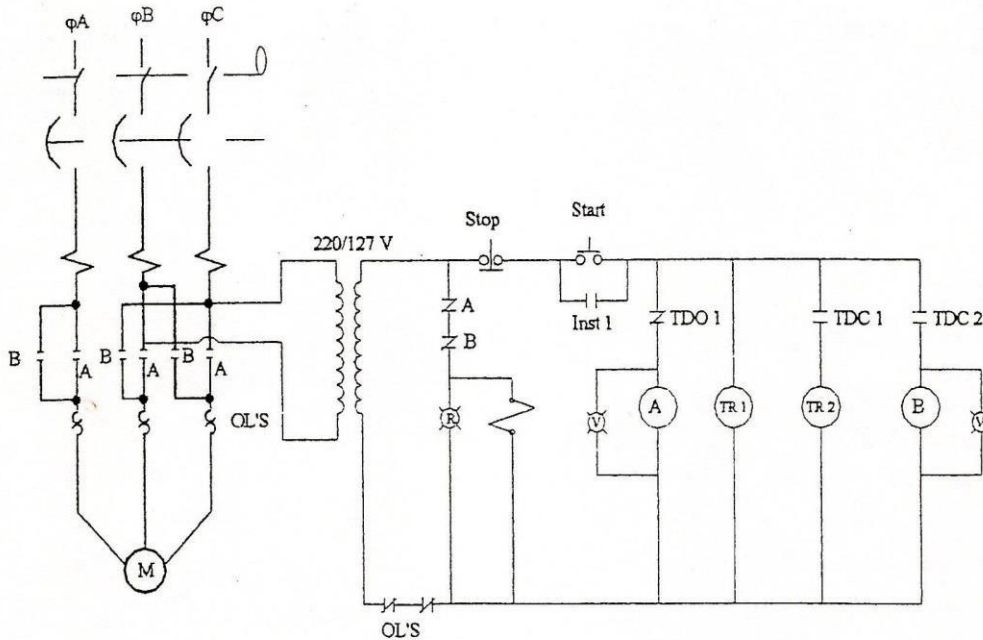

Figura 1
1. Conecte el circuito ilustrado en la figura 1, utilizando los módulos EMS de transformador, fuente de alimentación, resistencia y medición de c-a.
1. Explique ampliamente el funcionamiento del diagrama de circuito de control de la figura 1, comenzando desde su conexión hasta el arranque, en el que se deben incluir todos los elementos utilizados.